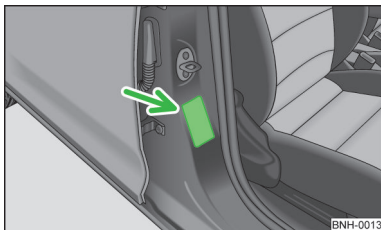

Fig. 87
- Este hecho lo indica también el adhesivo que se encuentra en la columna B en el lado del acompañante » fig. 87. El adhesivo es visible al abrir la puerta del acompañante. Para algunos países se pega el adhesivo también en la visera parasol del acompañante.